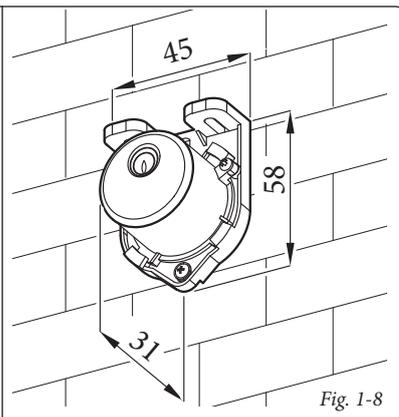

Fig. 1-8
• Sonda esterna di temperatura (Fig. 1-8). Questa sonda è collegabile direttamente all'impianto elettrico della caldaia e consente di diminuire automaticamente la temperatura massima di mandata all'impianto all'aumentare della temperatura esterna in modo da adeguare il calore fornito all'impianto in funzione della variazione della temperatura esterna. La sonda esterna agisce sempre quando connessa indipendentemente dalla presenza o dal tipo di termoregolatore utilizzato e può lavorare in combinazione con entrambi i termoregolatori. Il collegamento elettrico della sonda esterna deve avvenire ai morsetti "E" e "F" eliminando il ponte X40 (Fig. 1-4). Assicurarsi che il contatto del termostato On/Off sia del tipo "pulito" cioè indipendente dalla tensione di rete, in caso contrario si danneggerebbe la scheda elettronica di regolazione. L'eventuale regolatore di cascata e zone deve essere allacciato mediante i morsetti 37 e 38 ai morsetti "M" e "O" sulla morsettiera di allacciamento X86 (in caldaia) rispettando la polarità eliminando il ponte X40, (Fig. 1-4) *l'allacciamento con polarità errata, pur non danneggiando il termoregolatore, non ne consente il suo funzionamento.*